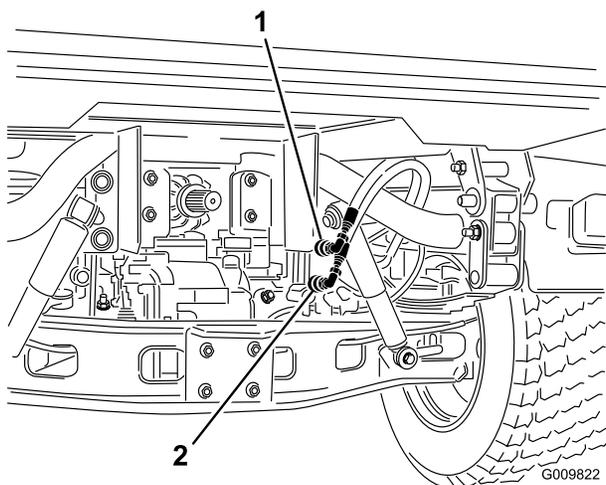

Рисунок 16
2. На машинах с заводским номером 240000001 и выше отсоедините два шланга гидроцилиндра подъема от шлангов, закрепленных на кронштейне муфты (Рисунок 16). Вставьте заглушки в быстроразъемные муфты шлангов гидроцилиндра.